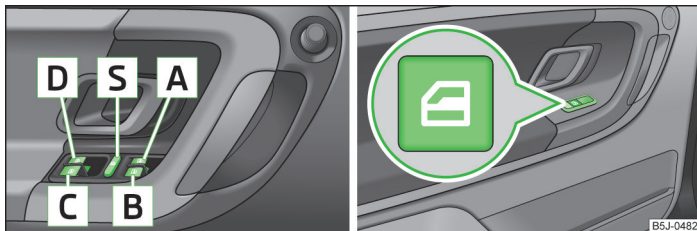

Fig. 20 Tastele din portiera șoferului/ portierele spate
- Când se transportă copii pe locurile din spate, vă recomandăm să scoateți din funcțiune comutatoarele din portierele din spate (comutatorul de siguranță)  » fig. 20 la pagina 37.
Tastele macaralelor geamurilor » fig. 20.
Prin apăsarea comutatorului de siguranță **S** » fig. 20, puteți scoate din funcțiune tastele acționării geamurilor din portierele din spate. Apăsând încă o dată comutatorul de siguranță **S**, puteți restabili funcționarea tastelor acționării geamurilor din portierele din spate.